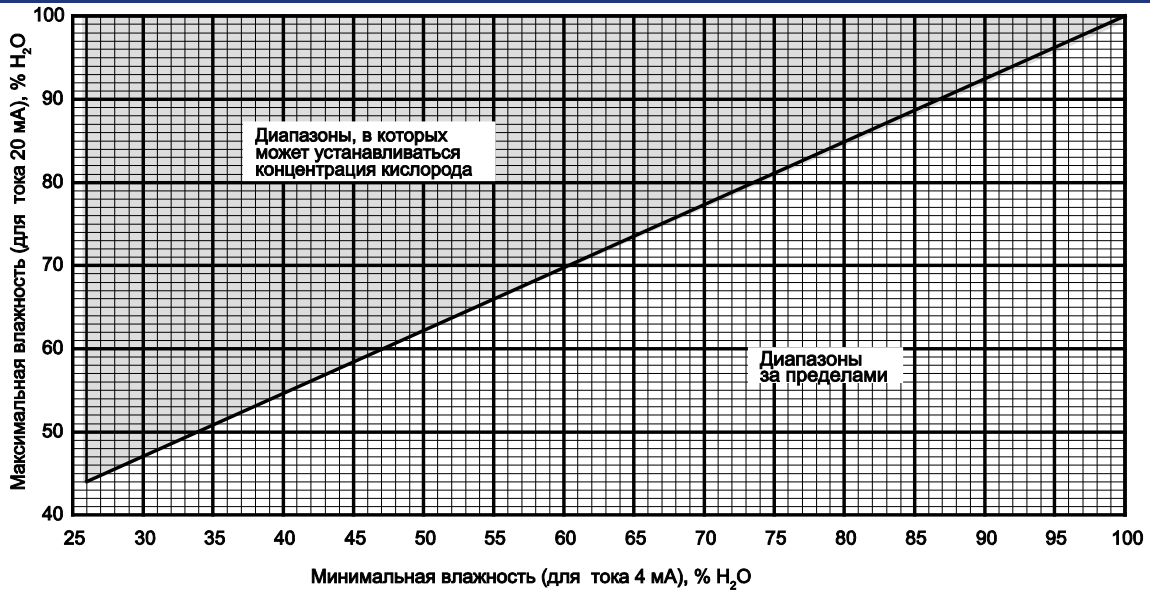

Рисунок 8.2 Диапазоны установки Макс. и Миним. влажности
Минимальная влажность устанавливается в 0% H₂O или в диапазоне от 26 до 100% H₂O. Максимальная влажность находится в диапазоне от 25% до 100% H₂O и должна превышать 0,8-кратное значение, установленное для минимальной влажности, плюс 23% влажности. См. пример приведенный ниже или график Рисунок 8.2. Числовые значения также эквивалентны для относительной влажности. Проверьте значения, заменив об.% H₂O на % относительная влажность (RH).